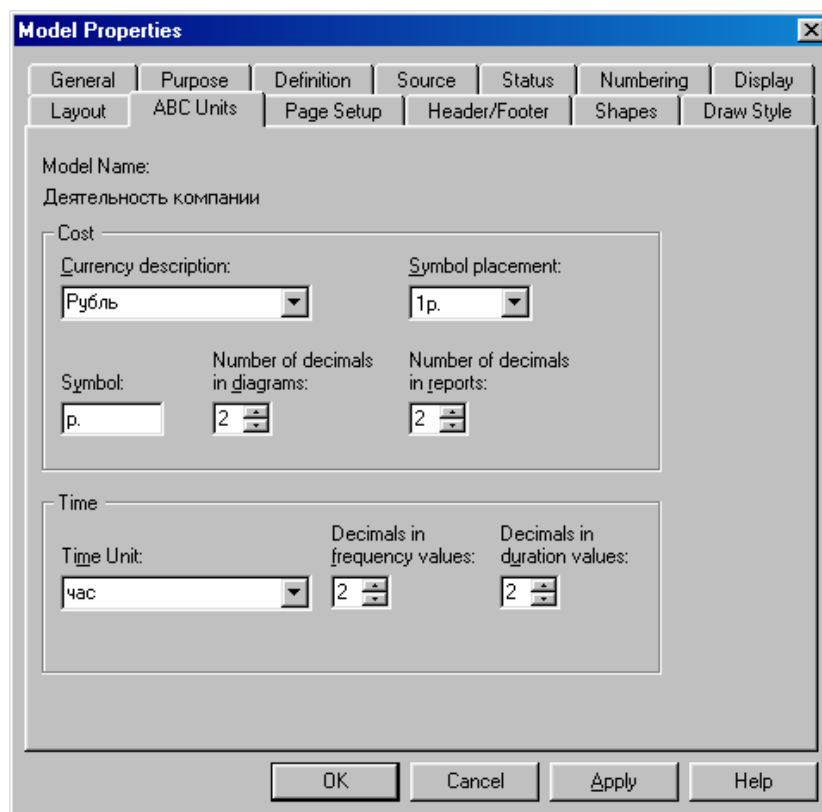

Рисунок 10.1 – Вкладка *ABC Units* диалога *Model Properties*
1. В диалоговом окне *Model Properties* вызовите из меню *Mode/Model Properties* на вкладке *ABC Units* (рисунок 10.1) и установите единицы измерения денег - рубли и времени - часы.